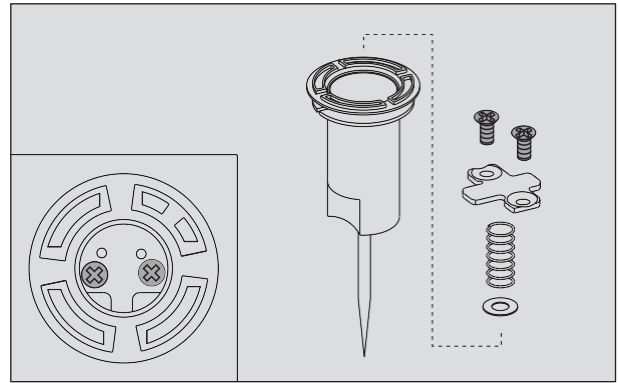

Fig.4.24
- Retire los tonillos de la platina de la aguja y retire la platina, el resorte y la arandela plástica. (Fig. 4.24)